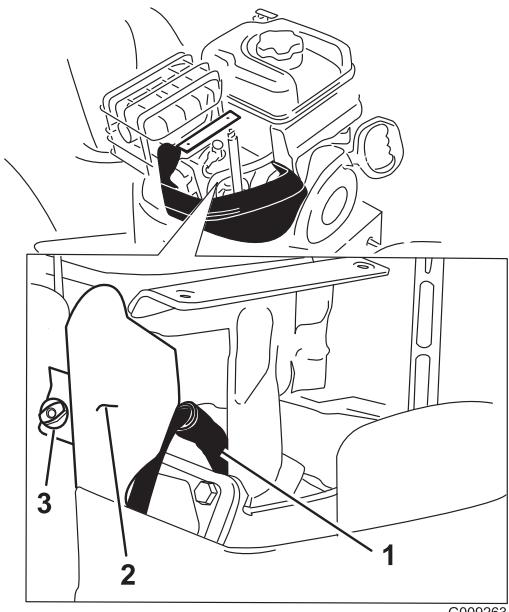

Figure 45
4. Enlevez la vis à oreilles du support et le support (Figure 45).
- 5. Nettoyez la surface autour de la base de la bougie (Figure 45).